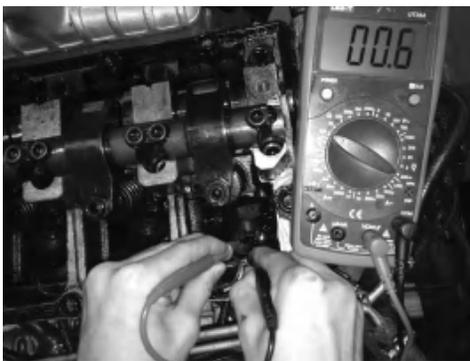

图 4-23 检查泵喷嘴端子1和2间的电阻
②检查泵喷嘴阀端子1和2间的电阻，标准值约为 $0.3\sim 0.6\ \Omega$ ，如图4-23所示，如未达到规定值，则应更换泵喷嘴。